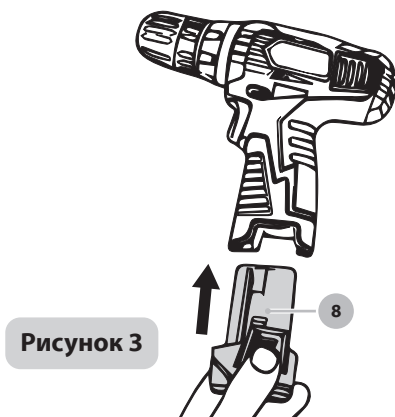

Рисунок 3
5. Подсоедините аккумулятор к изделию: для этого вставьте его в место крепления и зафиксируйте до щелчка (см. рисунок 3).